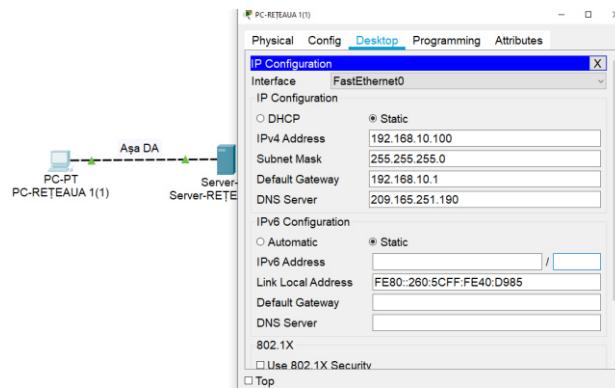

Fig. 26. Atribuirea corectă de date pentru conectarea echipamentelor.
- B4. DNS Server – se atribuie IPul unde se găsește serviciul de DNS – 209.165.251.190. Fig. 26.